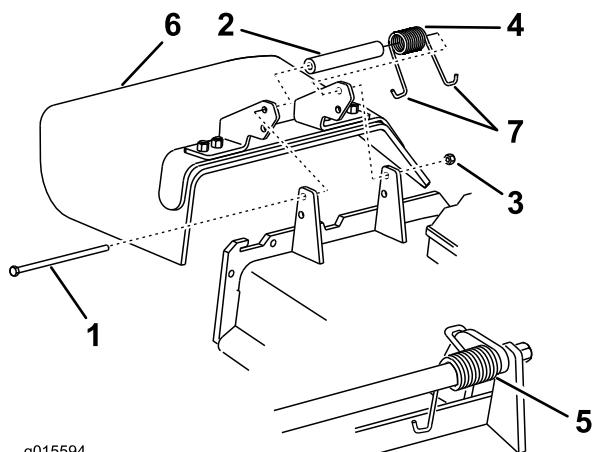

Figura 98
- Nota:** Verificate che un'estremità **J** della molla si trovi dietro il bordo del piatto di taglio prima di montare il bullone, come illustrato nella Figura 98
3. Montate il bullone e il dado. Infilate un'estremità a gancio **J** della molla attorno al deflettore dello sfalcio (Figura 98).
1. Togliete il dado di bloccaggio, il bullone, la molla e il distanziale che fissano il deflettore alle staffe orientabili del tosaerba (Figura 98). Togliete il deflettore di sfalcio se è danneggiato o consumato.